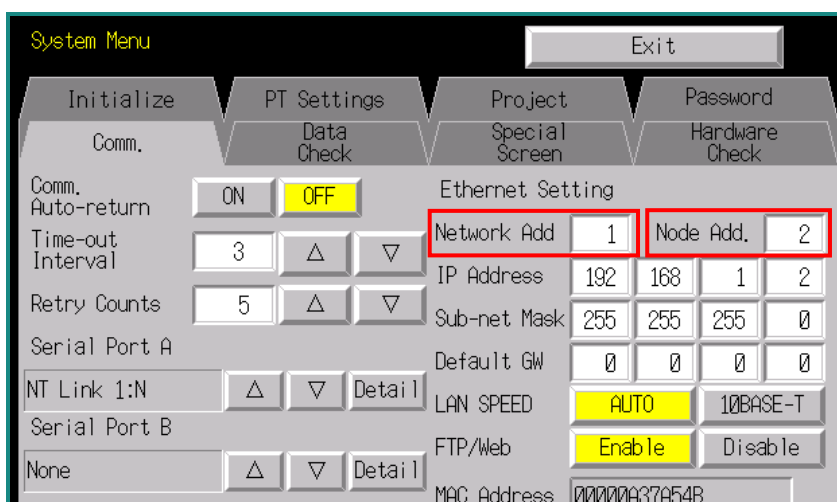

图 13 HMI Web Interface 屏幕
6. FINS 源地址 - 网络。必须在 HMI 使用的相同的“Network Add” - 见图 13
7. FINS 目标地址 - 网络。必须在 HMI 使用的相同的“Network Add” - 见图 13
8. FINS 目标地址 - 节点。必须在 HMI 使用的相同的“Node Add” - 见图 13